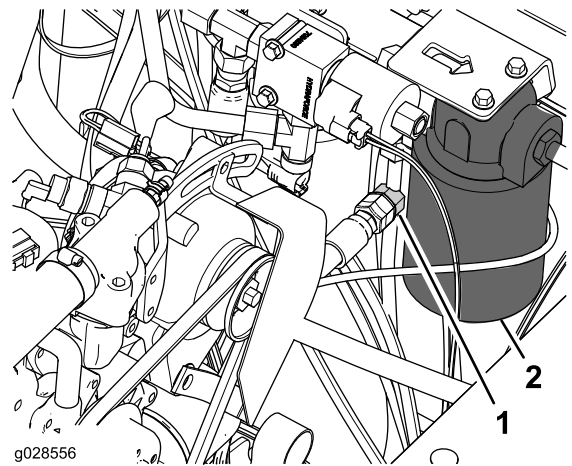

Figura 8
4. Retire el tapón del acoplamiento en T del tubo hidráulico situado junto al filtro de aceite de la transmisión (Figura 8).
5. Conecte el extremo libre de la manguera (3/8 x 55,6 pulgadas) al acoplamiento en T (Figura 8) y apriete la tuerca giratoria de la manguera con un par de 37-45 N m.
7. Conecte el extremo libre de la manguera (3/8 x 85,2 pulgadas) al acoplamiento en T (Figura 8) y apriete la tuerca giratoria de la manguera con un par de 37-45 N m.